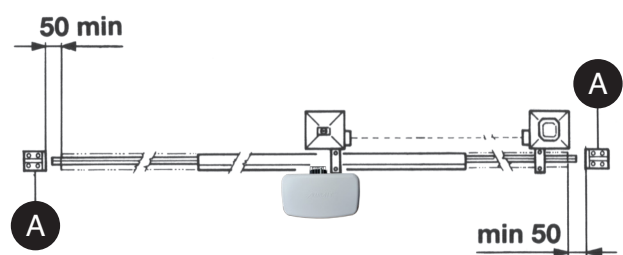

FIG. 2
- En plus de fins de course présents sur l'opérateur, il est nécessaire d'installer des butées mécaniques fixes à l'extrémité de chaque course, de sorte à arrêter le portail en cas de dysfonctionnement des fins de course électriques. Pour cela, les butées mécaniques doivent être dimensionnées de sorte à supporter la poussée statique du moteur ajoutée à l'énergie cinétique du portail (A) (Fig.2).